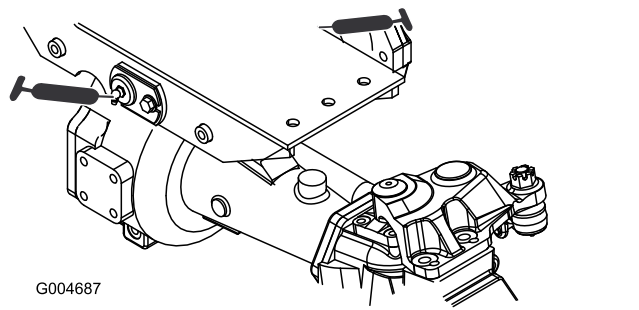

Figura 76
- Dois casquilhos da articulação do eixo traseiro e frontal (Figura 76)